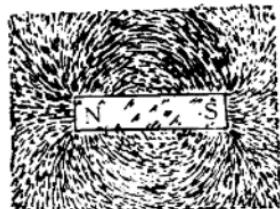

图 1-5 条形磁铁的磁场结构图
综合上面所谈磁力线有三个特点：(1) 磁场里任何一点上的磁力线都是由 N 极指向 S 极；(2) 磁力线在磁铁外部是由 N 极出发而终于 S 极，在磁铁内部是由 S 极到 N 极成一闭合回路；(3) 磁铁的磁极两端磁场最强，磁力线最密（见图 1-5）。